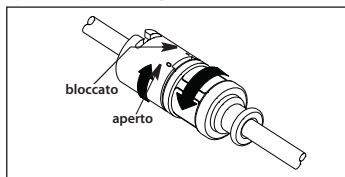

Figura 3
- b. Se si utilizza un sistema di protezione anti-contaminazione con adattatore TwistLock (se fornito in dotazione), verificare che il doppio TwistLock del sistema sia completamente aperto (vedere Figura 3).